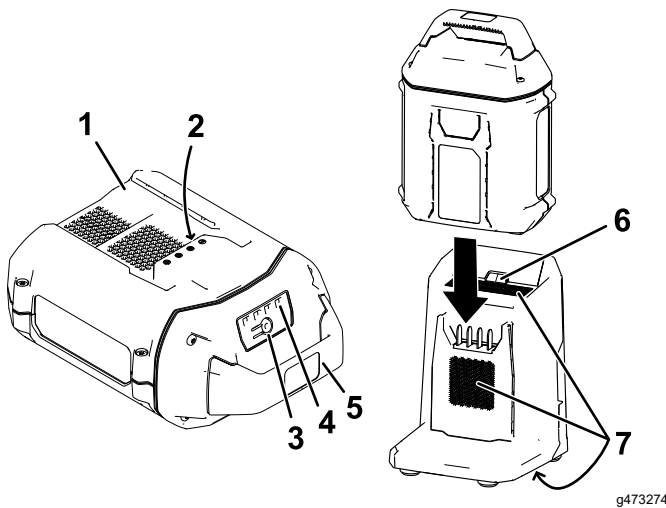

Figura 14
- 2. Allineate la cavità nel pacco batteria (Figura 14) con la linguetta sul caricabatterie.
- 3. Fate scorrere il pacco batteria nel caricabatteria fino a quando non è completamente in sede (Figura 14).